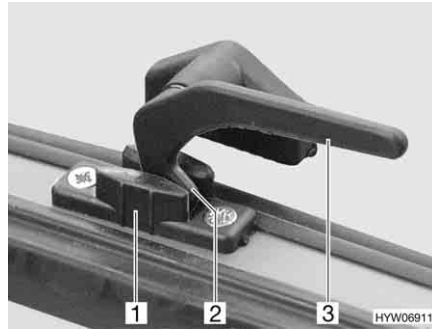

Bild 69 Verriegelungshebel in Stellung "Dauerbelüftung"
- in Stellung "Dauerbelüftung" (Bild 69)
- Den Verriegelungshebel (Bild 69,3) eine viertel Umdrehung zur Fenstermitte hin drehen.
- Den Verriegelungshebel eine viertel Umdrehung zum Fensterrahmen hin drehen. Die Verriegelungsnase (Bild 69,2) dabei in die Aussparung der Fensterverriegelung (Bild 69,1) einfahren.